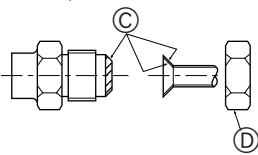

Fig. 5-1
5.2. Connexion des tuyaux (Fig. 5-1)
- Appliquer un film mince d'huile réfrigérante sur la surface du tuyau et du support du joint avant de serrer l'écrou évasé. ④
- Utiliser deux clés pour serrer les connexions des tuyaux. ⑤
- Appliquer de l'huile réfrigérante sur toute la surface évasee du fond. ⑥
- Utiliser les raccords coniques comme suit. ⑦
Ⓐ (Fig. 5-1)
Ⓑ (Fig. 5-1)